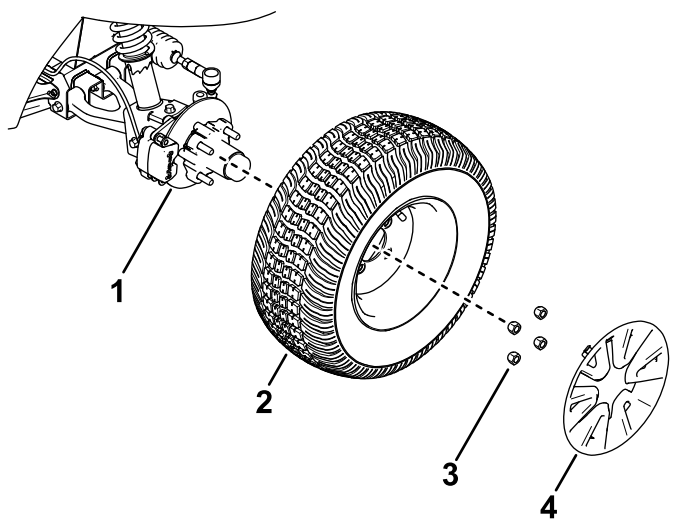

Figura 20
2. Retire el tapacubos y las 4 tuercas que sujetan la rueda al cubo (Figura 20).
4. Alinee los taladros de la rueda con los espárragos del cubo y monte la rueda en el cubo con la válvula hacia fuera (Figura 20).
5. Sujete la rueda al cubo usando las tuercas de rueda (Figura 20).